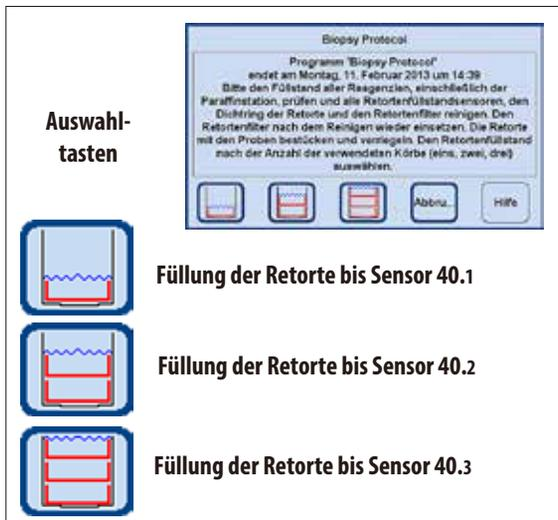

Abb. 31
Füllstandssensoren (links in Abb. 31)
Je nachdem, mit wieviel Körben die Retorte beladen wird, kann dabei in dem Dialogfenster durch Drücken der entsprechenden Taste die Füllmenge gewählt werden (Abb. 31).
- Dazu gibt es drei Füllstandssensoren (40.1 - 40.3) (Abb. 31), die sich hinter der Abdeckung (40) in der Rückwand der Retorte befinden.